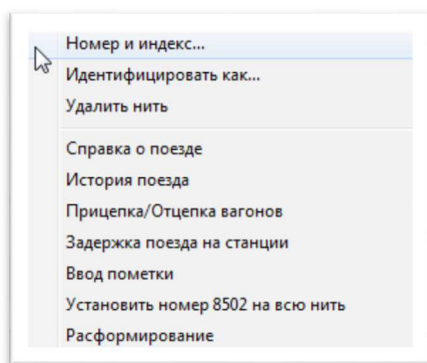

Рис.59. Выбор пункта меню для ручной идентификации нити по сообщениям АСОУП или поездов из нормативного графика
1. Выделить нить и нажать правую клавишу «мыши». Появится всплывающее меню операций с нитью (см. рис.59).